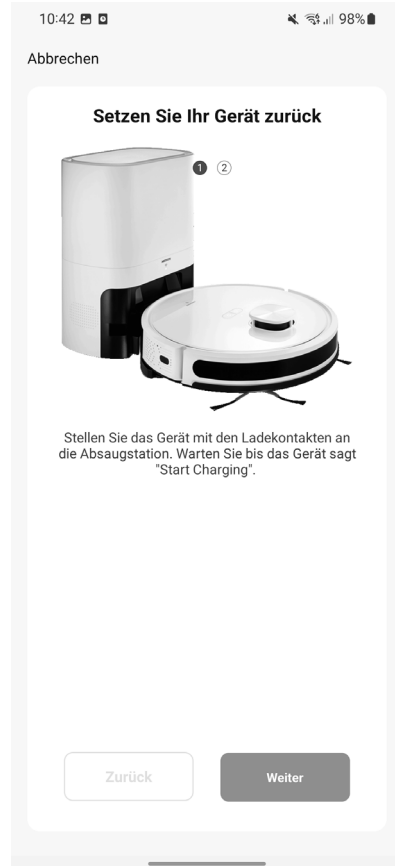

Abb. 4
- ▶ Stellen Sie den Roboter auf die Ladestation und warten bis die Sprachansage „Start Charging“ ertönt (**s. Abb. 4**).